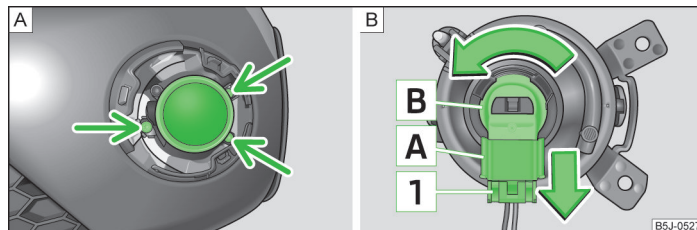

Fig. 160 Pare-chocs avant : Phare antibrouillard /phares antibrouillard : Remplacement de l'ampoule
- » Dévissez les vis » fig. 160 - **A** avec le tournevis » page 188, *Outillage de bord*.
- Poussez la fixation [1] » fig. 160 de la fiche [A] et sortez la fiche de la douille [B].